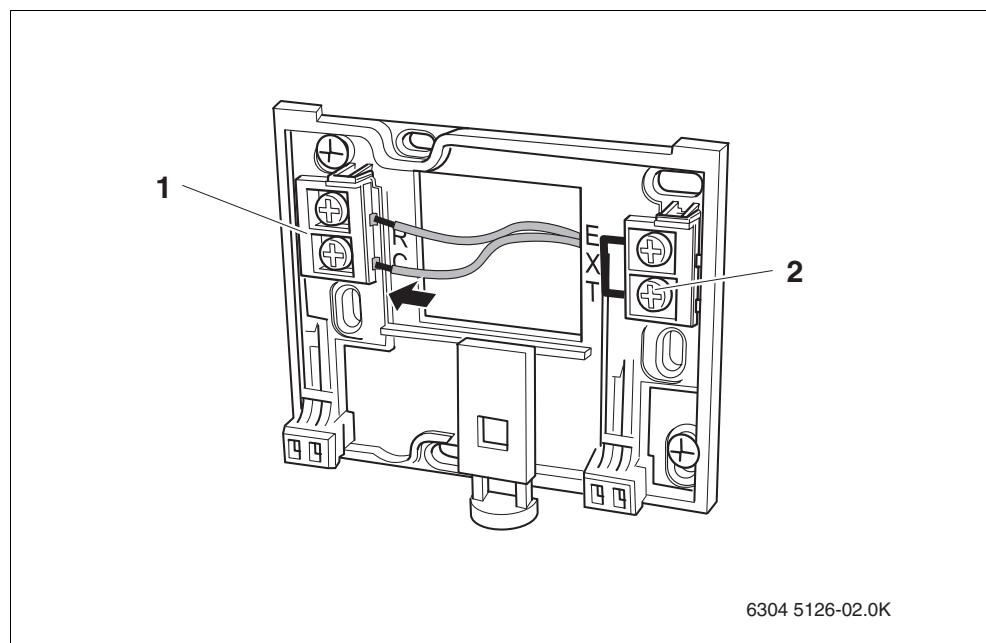

Рис. 4 Выполнение электрических подключений
- Подключите двухжильный кабель шины от Energie-Management-System (EMS) к клеммам "RC" (рис. 4). Полярность жил может быть любой.
Внешний датчик комнатной температуры нельзя подключать к клеммам "EXT" (рис. 4, **поз. 2**). Клеммы "EXT" у комнатного регулятора RC20 не задействованы.